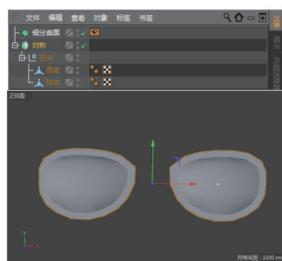

图 5-64
**14** 在上工具栏的“造型”工具列中单击“对称”按钮，创建一个“对称”对象，将上一步创建的群组对象拖入“对称”对象中成为其子级，创建对称的效果如图 5-64 所示。